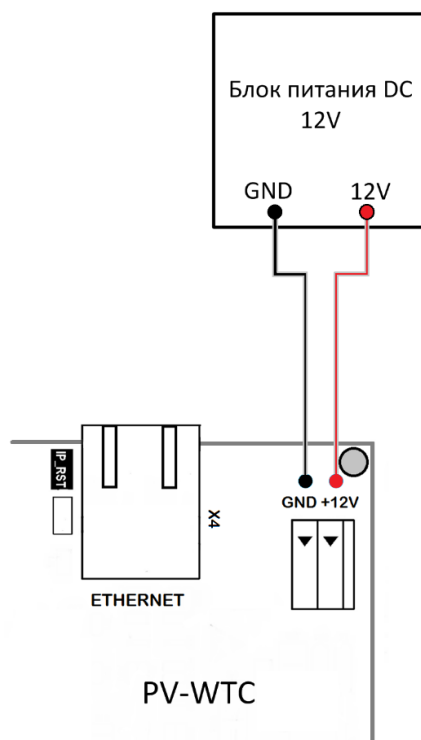

Рисунок 4 – Подключение источника питания к клеммам платы терминала
2.2.3.1 Питание терминала может осуществляться подключением источника питания к клеммам GND и +12V (см. рисунок 4) либо подачей питания от PoE-инжектора через кабель Ethernet.